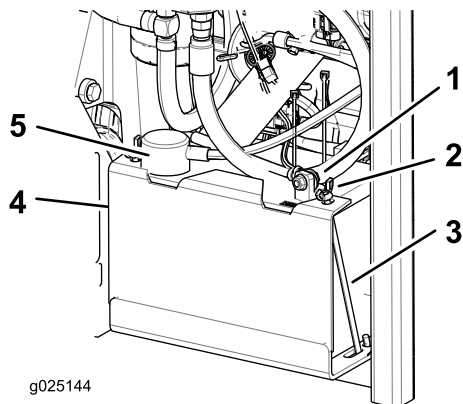

Figura 47
- Deconectai cablul negativ (negru) al bateriei de la borna negativă a bateriei (-) (Figura 47).
- Glisai i îndepărtați capacul bornei de la borna pozitivă (rou) a bateriei i îndepărtați cablu pozitiv (+) al bateriei (Figura 47).
- Îndepărtați piuliile fluture care fixează cârligele în formă de J (Figura 47).
- Îndepărtați clema (Figura 47).
- Amplasați bateria în compartimentul său cu clemele față în față cu rezervorul hidraulic (Figura 47).
- Fixați cablurile cu 2 uruburi, 2 piuli i 2 contrapiuli (Figura 47).
- Montați clema i fixați-o cu piuliile fluture i cârligele în formă de J (Figura 47).